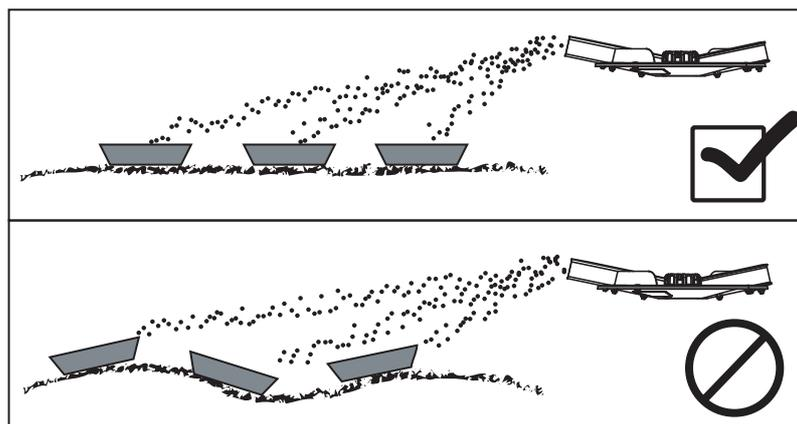

Figure 7.21 : Plan de disposition des bacs collecteurs
- Disposer les bacs collecteurs horizontalement. Les bacs inclinés peuvent entraîner des erreurs de mesure (figure 7.21).